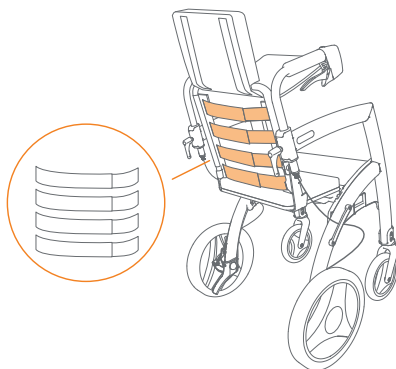

Abbildung 45: Lockerer für mehr Sitztiefe.
- c. Verstellen Sie die Bänder, indem Sie das Klettband abziehen und in der gewünschten Einstellung **(Abbildung 45)** wieder befestigen.